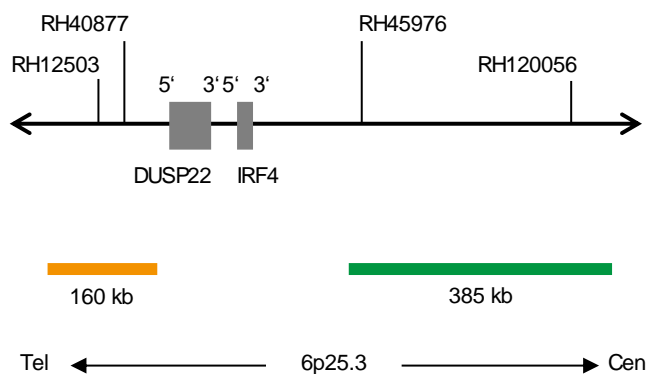

Fig. 1: SPEC IRF4, DUSP22 Mappa della sonda (non in scala)
- Polinucleotidi (~10 ng/μl) marcati con ZyGreen (eccitazione 503 nm/emissione 528 nm), le cui sequenze target mappano 6p25.3* (chr6:557,233-940,968) prossimali al punto di rottura di IRF4, DUSP22 (vedere Fig. 1).
- Polinucleotidi (~4.5 ng/μl) marcati con ZyOrange (eccitazione 547 nm/emissione 572 nm), le cui sequenze target mappano in 6p25.3* (chr6:114,722-273,908) distali al punto di rottura di IRF4, DUSP22 (vedere Fig. 1).